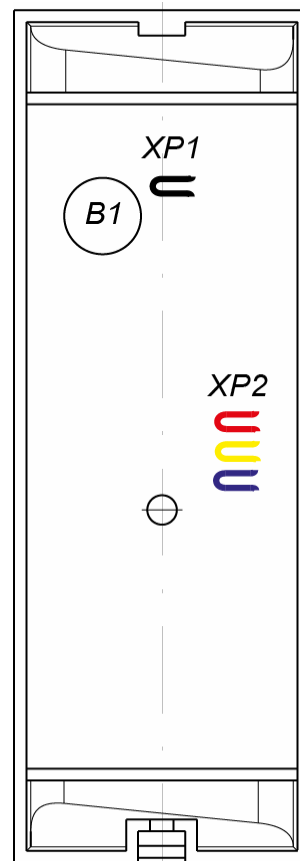

Рисунок 2. Расположение переключки «номер считывателя» (XP2), переключки «отключение концевого резистора» (XP1) и пьезоэлемента (B1)
Кроме того, на тыльной стороне считывателя расположены четыре переключки проводом (см. рис. 2):
4. При помощи трех перемычек **XP2** (см. рис. 2) установите номер считывателя, для чего в соответствии с табл. 2 необходимые перемычки перекусите кусачками. Разрезанные перемычки не должны контактировать с другими перемычками и с металлическим основанием.
5. С целью предотвращения искажений сигнала на концах линии связи *RS-485* должны быть установлены концевые резисторы. В считывателе **PERCo-MR07.1** такой резистор предусмотрен конструктивно. Если устанавливаемый считыватель не является конечным устройством на линии связи, то на нем необходимо отключить концевой резистор, для чего перекусите перемычку **XP1** (см. рис. 2). Проверьте наличие концевых резисторов на реальных концах линии связи интерфейса *RS-485*.